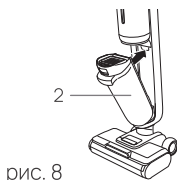

рис. 8
4. Нажмите на резервуар для грязной воды до щелчка. Щелчок означает, что установка выполнена успешно (рис. 8).